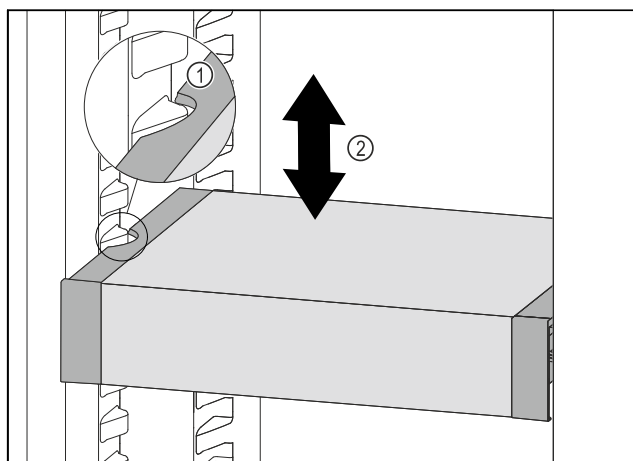

Fig. 211
- Tërhiqni VarioSafe për nga përpara, derisa foletë anësore të VarioSafe të jenë në lartësinë e brinjëve të kutisë në pjesën e ftohjes. Fig. 211 (1)
- Lëvizni VarioSafe për lart ose për poshtë në pjesën e ftohjes, derisa të arrihet lartësia që dëshironi. Fig. 211 (2)